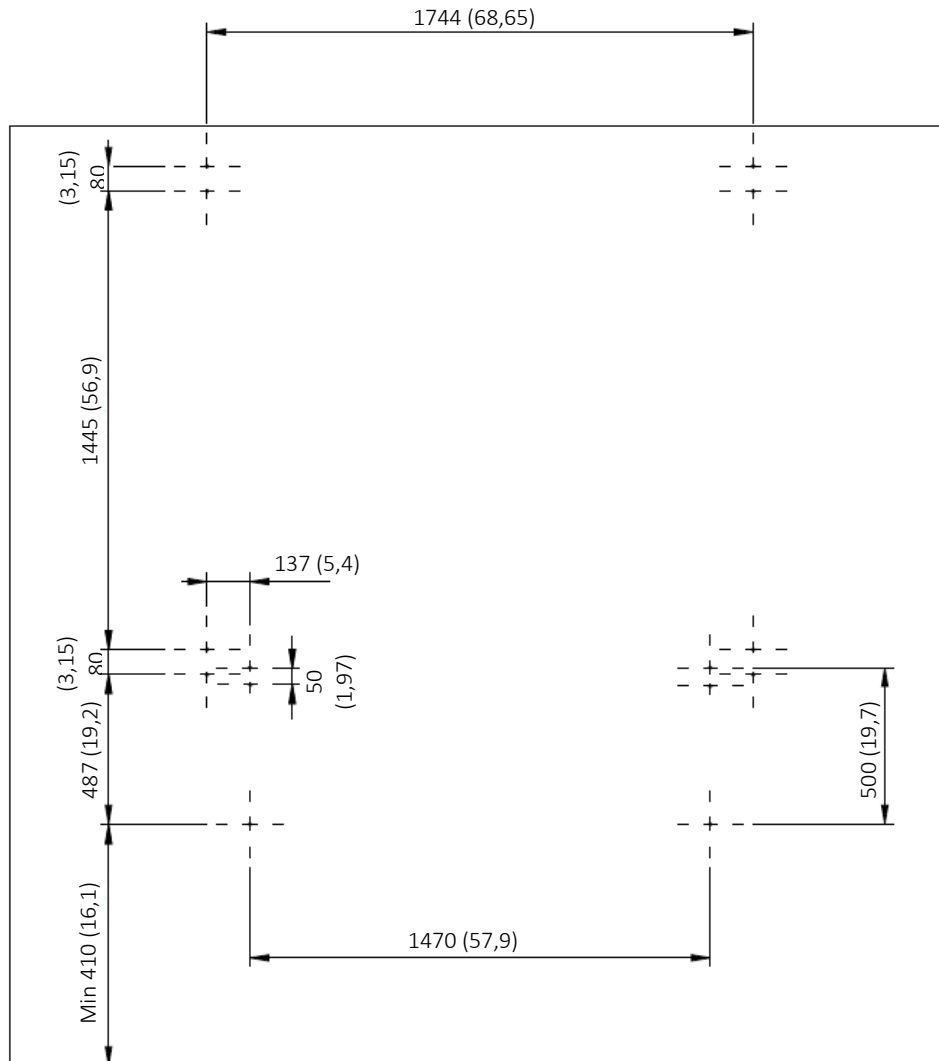

Fig. 4 Distances pour la création de trous de fixation sur la paroi de la dark box. Dimensions mm (inch).
- Avant de commencer l'assemblage, effectuer de percer des trous dans le mur (Figure 4) et insérez les fiches M12 (ne fournis pas da CoeLux s.r.l. et la responsabilité est de l'installateur).